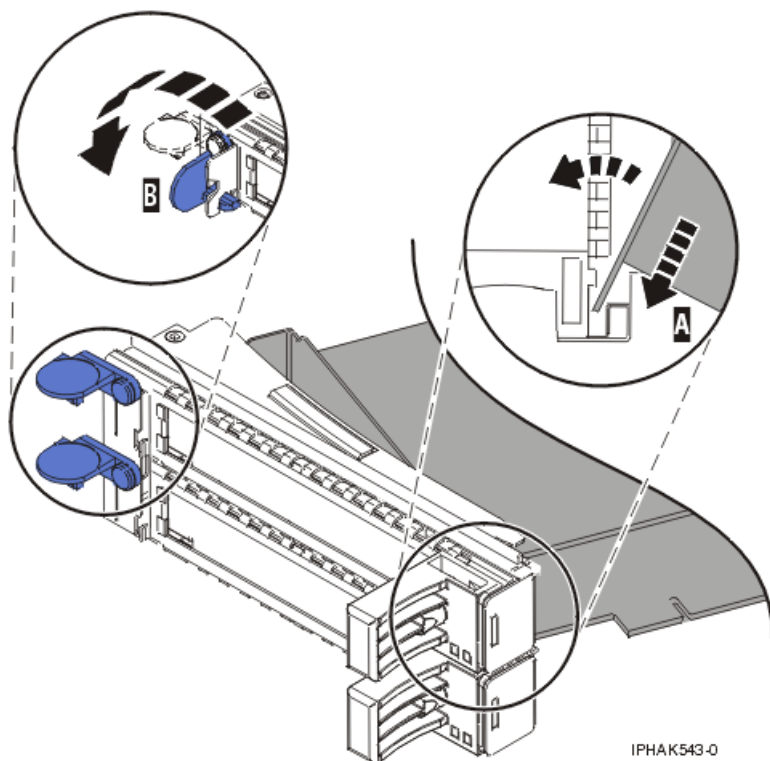

Figura 48. Adaptador que s'ha tornat a col·locar al casset d'adaptadors PCI
- a. Amb l'armella de la contrapunta en posició d'obert, inseriu l'adaptador amb fermesa al canal A de retenció de la contrapunta. Consulteu Figura 48 a la pàgina 68.
- d. Col·loqueu les peces de retenció per subjectar l'adaptador i després gireu el clip de retenció **B** fins a la posició de tancat. Consulteu Figura 48.